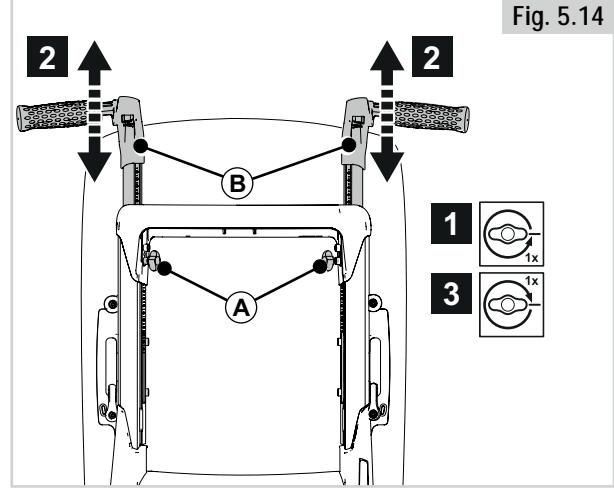

Fig. 5.14
5.9 Körhandtag höjd (Fig. 5.14)
- Lossa (A) ett varv.
- Skjut (B) till önskat läge.
- Dra åt (A).